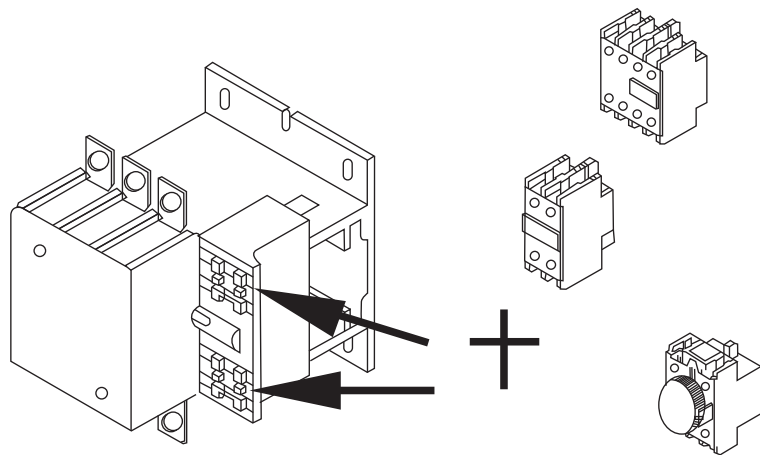

图2 接触器可以采用积木式安装方式加装辅助触头组、空气延时头及其它附件
6.3 接触器可挂两个F4辅助触头组(最多可达8对辅助触头), 见图2。辅助触头组合情况见表2。
6.5 可以采用积木式安装方式加装辅助触头组、空气延时头及其它附件, 见图2。